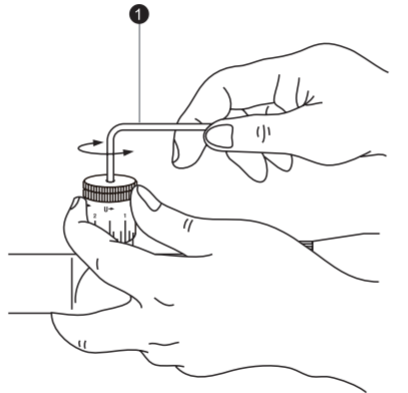

Fig. 3-7
Hold i justeringstårnet/det enkle grepet med fingrene for å unngå å flytte på den innrettede skaleringen, vri skruen øverst på justeringstårnet/det enkle grepet mot urviseren med medfølgende sekskantnøkkel (1) til skruen kommer ut. Fjern deretter justeringstårnet/det enkle grepet (Fig. 3-7).